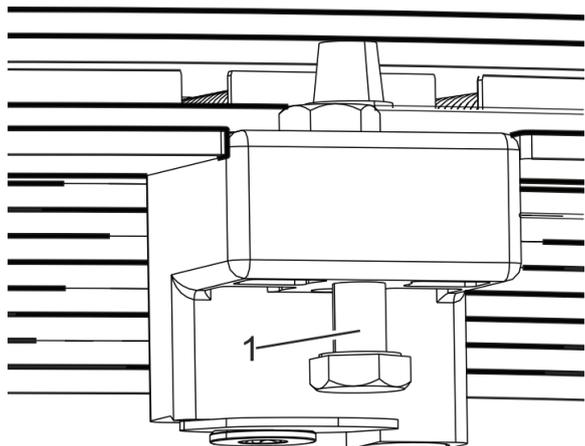

Рис. 108 Устройство защиты от снятия
5. Отрегулировать устройство защиты от снятия (рис. 108/1) в соответствии с толщиной вставленного сегмента нижней части потолка.